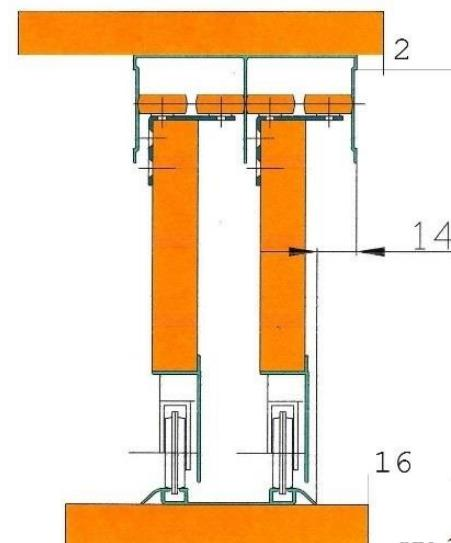

рис. 3
10. На дно 2 крепим саморезами 4,2x16 ходовой двойной профиль KR-05 (как указано в схеме на рис.3).
11. На крышу 1 крепим саморезами 4,2x16 направляющий Ш-образный профиль KR-02 (как указано в схеме на рис.3).
Крепится на верхней внутренней поверхности потолка шкафа (рис.3) саморезами 4,2x16 и служит направляющей для верхней части дверей. Длина выбирается равной размеру внутреннего пространства шкафа между боковыми стенками.
Крепится на нижней внутренней поверхности пола шкафа (рис.3) саморезами 4,2x16 и служит опорой и направляющей для нижней части дверей. Длина выбирается равной размеру внутреннего пространства шкафа между боковыми стенками.
Схема взаимного расположения, направляющего Ш-образного профиля KR-02 и Ходового двойного профиля KR-05 системы «УНИВЕРСАЛ». (рис.3) СПЕЦИФИКАЦИЯ НА ДЕТАЛИ ИЗДЕЛИЯ